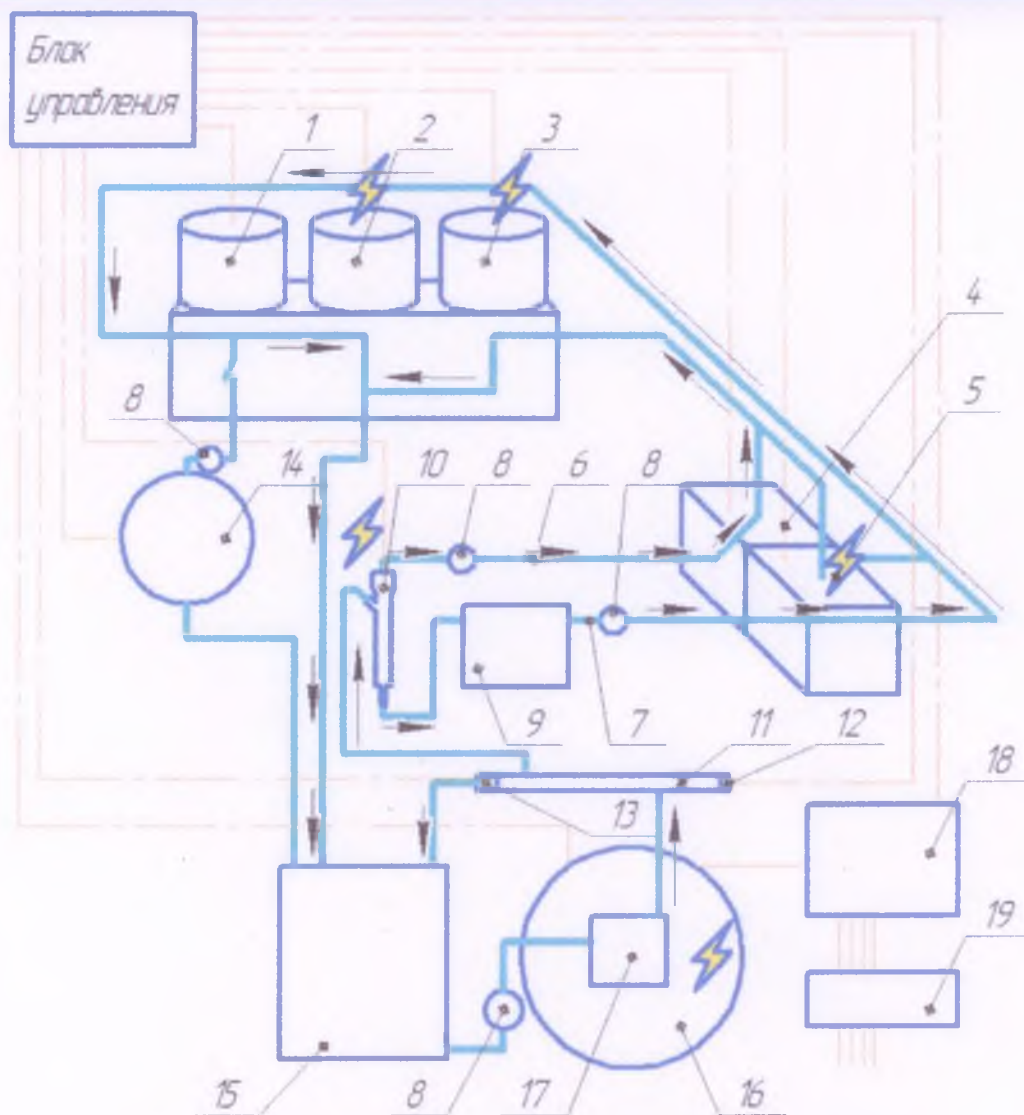

Рисунок 15 – Режим подготовки к замеру на тесте VL.
После теста гидроплотности, следует тест максимальной подачи (VL). В данном случае после перехода к тесту VL, первые 10 секунд система работает на прокачку (см. Рисунок 15) и на удаление воздуха из топливных магистралей. Блок управления подает сигнал на инжектор 10, клапаны 2, 3, 5. Клапан 4 перепускает топливо с обратки инжектора 10 на клапан 3 и затем в бак 15. Клапан 5 перепускает топливо с подачи инжектора на закрытый клапан 1, через него на клапан 2 и затем в бак 15.